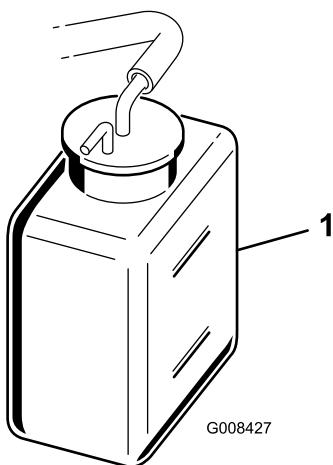

Figura 46
2. Compruebe el nivel de refrigerante (Figura 46).